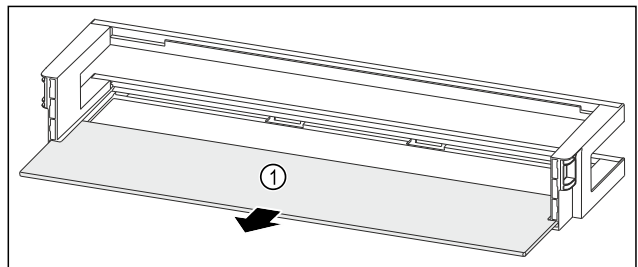

Fig. 105 Türabsteller mit Abstellfläche
- ▶ Abstellfläche Fig. 105 (1) entnehmen.